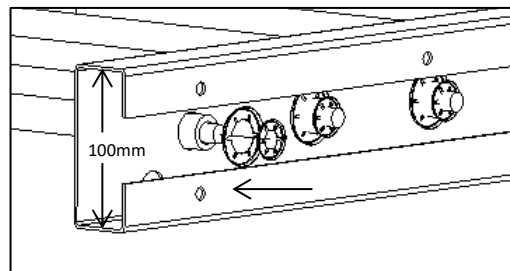

Bild 13
5. Stahlrohre und Rollstäbe werden mit Sicherungsscheiben gegen Herausziehen gesichert (**Bild 13**).